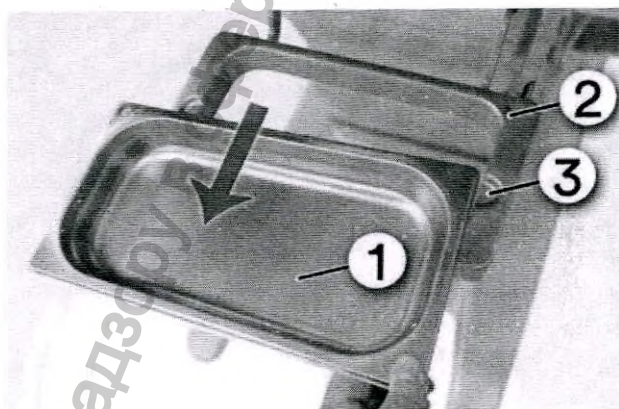

Рис. 88
- ▶ Удерживая держатель за два углубления (рисунок 88, позиция 3), вынуть из него поддон.